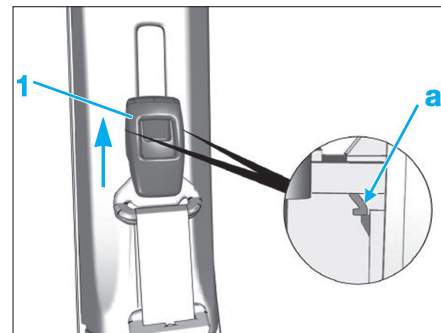

Fig. 22
• Dégrafer le cache (1) en (a) puis l'extraire en le tirant vers le haut (Fig.22).